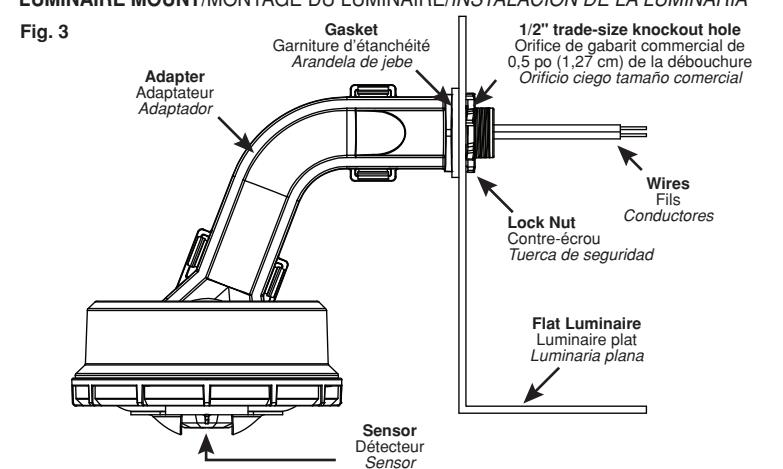

Fig. 3
5. Slide the lock-nut over the wires and thread clockwise on to the threaded nipple to secure the sensor firmly in place making sure the lens is oriented towards the area to be monitored (refer to Figure 3).
5. Glisser le contre-écrou sur les fils et le visser (tourner vers la droite) sur le raccord de manière à bien assujettir le détecteur, en s'assurant que la lentille soit orientée vers l'espace à contrôler (**figure 3**).